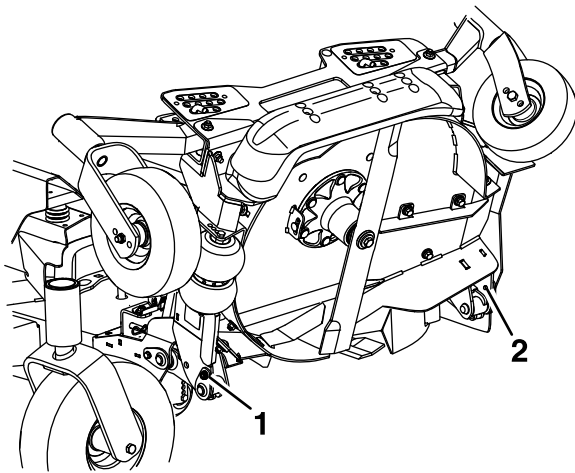
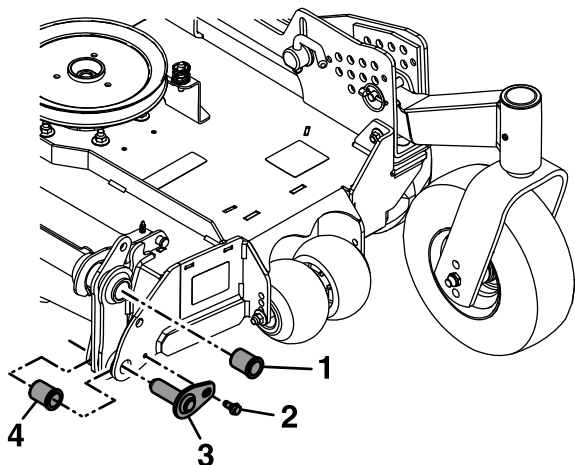

Figura 82
Figura 85
7. Afloje los pernos que fijan los pasadores de giro superiores a la carcasa, pero **no retire** los pernos (Figura 82).
14. Retire los bujes con brida de los puntos de giro superiores y limpie el orificio (Figura 85).
18. Retire y guarde los pernos de los puntos de giro inferiores (Figura 82 y Figura 85).